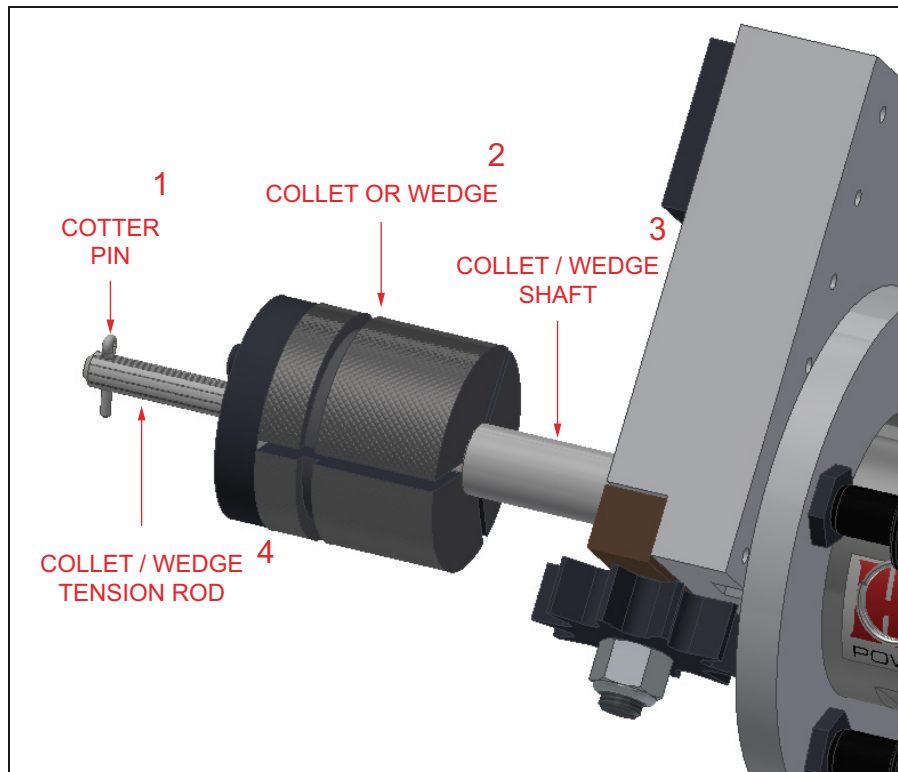

FIGURA 3-4. PASADOR DE CHAVETA Y OTROS COMPONENTES DE LA BOQUILLA/CUÑA
- Retire el pasador de chaveta de la punta de la varilla de extracción de la boquilla/cuña (consulte la Figura 3-4).